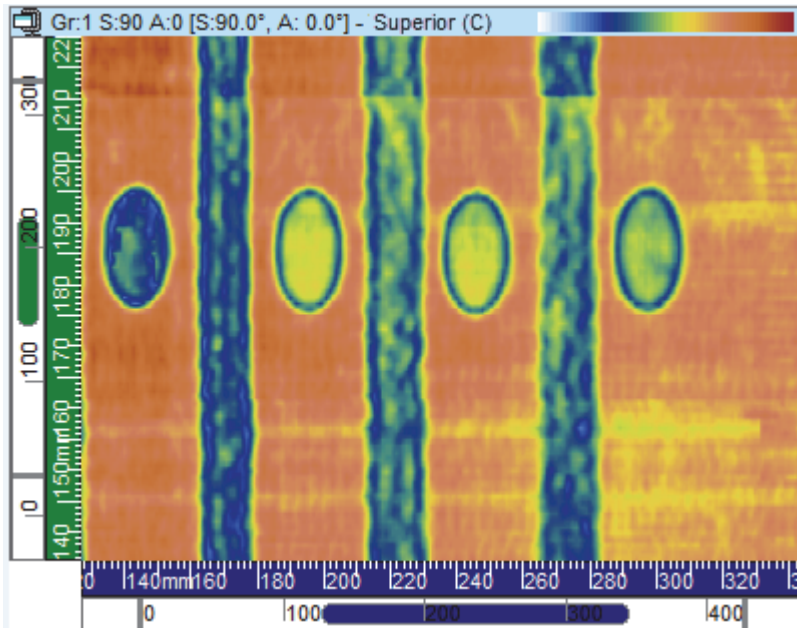

Figura 3-23 Ejemplo de la vista inferior (C)
La vista superior (C) [ver Figura 3-23 en la página 88] es una representación gráfica bidimensional de los datos registrados, que se muestran en la vista superior de la muestra bajo inspección. Uno de los ejes es el eje de escaneo y el otro es el eje de indexación. La posición de los datos mostrados está relacionada con las posiciones del codificador durante la adquisición. En una posición específica de la representación proyectada, el color corresponde con la amplitud máxima de dicha posición, tal como ha sido detectada en el rango de profundidad real considerado.